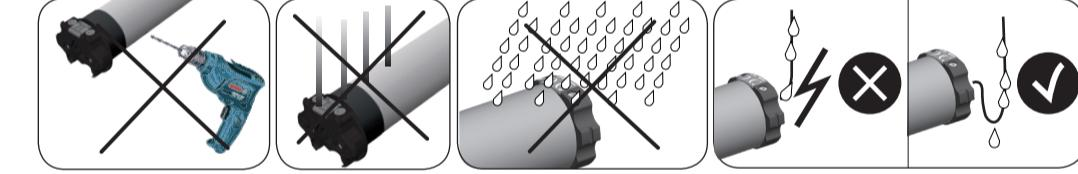

Fig. 1
► INSTALLATION (Fig. 1)
► INSTALACION (Fig. 1)